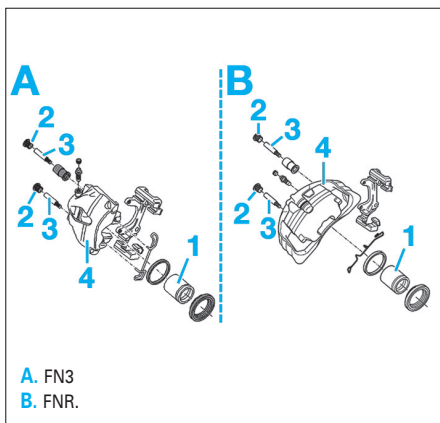

Fig. 13
- A l'aide d'un tournevis, faire levier pour repousser partiellement le piston (1) de l'étrier (Fig.13).